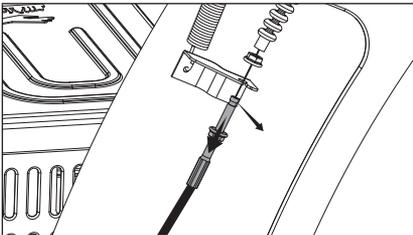

Figure 81
- Tirez le câble vers le bas et retirez-le du support du connecteur sur la goutte. (Fig. 81)